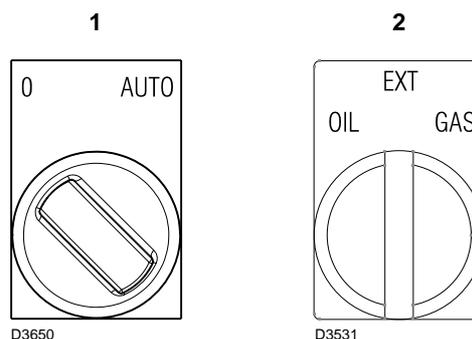

Fig. 31
Chiudere i telecomandi e mettere l'interruttore 1)(Fig. 31) in posizione "AUTO".
- 2 con il selettore 2)(Fig. 31);
Posizionando il selettore 2)(Fig. 31) sulla posizione di EXT è attiva la funzione di selezione del combustibile a distanza.